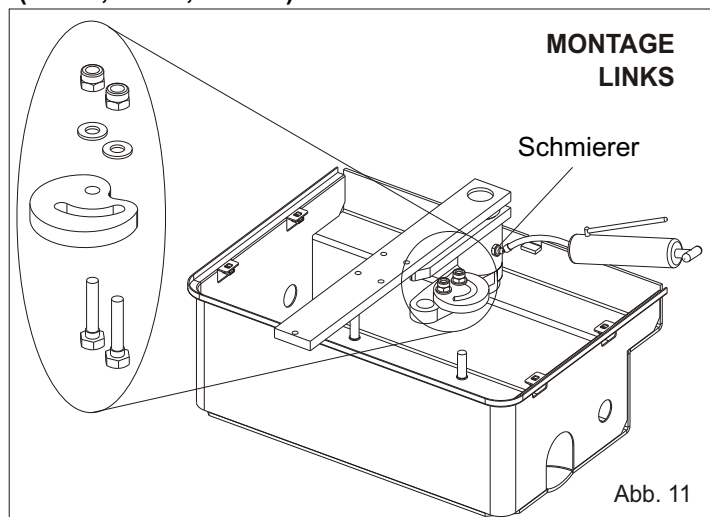
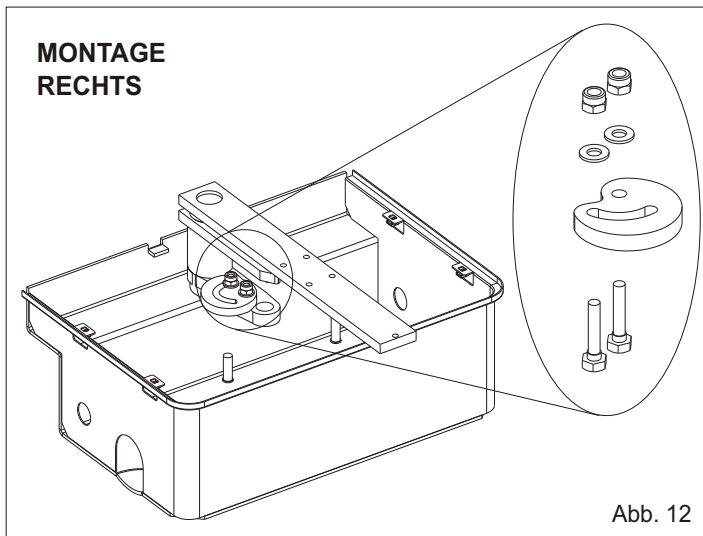

Abb. 11
Abb. 12
2.7. Den Endschalternocken in den Kurbelsatz einsetzen und mit den entsprechenden Schrauben befestigen (Abb. 11 Montage links, Abb. 12 Montage rechts)
Wenn der Antrieb Inbetrieb gesetzt wird, muss das Gehäuse, wie in Abb. 11, solange eingefettet werden bis das Fett herausläuft. (Fett DIN 51502 KP 2 N-20 - K 2 K-20 verwenden).